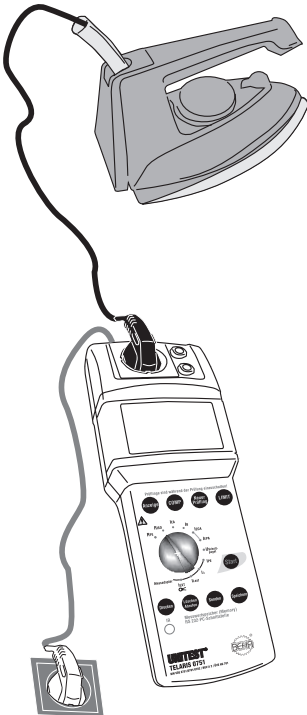

Bild 6.5: Messung des Isolationswiderstandes bei Geräten der Schutzklasse I
- ▶ Schließen Sie den UNITEST TELARIS 0751 mit dem Netzanschlusstecker (1) an eine funktionsfähige und ordnungsgemäß angeschlossene Schutzkontakt-Netzsteckdose an.
- ▶ Stellen Sie den Drehschalter 'Messfunktion' (15) auf die Schalterstellung "RISO".
- ▶ Stellen Sie mittels der Taste LIMIT (7) den Grenzwert für den Isolationswiderstand ein, Grenzwerte siehe Tabelle 2.
- ▶ Stecken Sie den Netzstecker des Prüflings in die Prüfsteckdose (3), siehe Bild 6.5.
- ▶ Drücken Sie die Taste „Start“ (9). Das blinkende Symbol für die Messeinheit im Display signalisiert den aktuellen Messvorgang.
- ▶ Lesen Sie den Messwert von der LC-Anzeige (6) ab. Das Symbol 'LIMIT' (21) zeigt bei eingeschalteter Grenzwertanzeige eine Unterschreitung des Grenzwertes an.